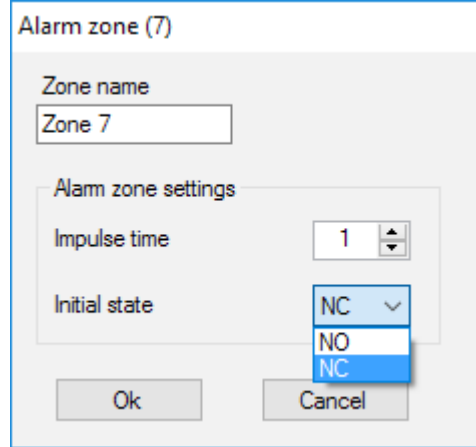

Abb. 20. Alarmzoneneinstellungen
Die Alarmzone kann als Schließer (NO) und als Öffner (NC) eingestellt werden (Abb. 20).
Die Alarmzone reagiert auf bistabile Melder (z. B. DoorProtect und LeaksProtect) mit Öffnen/Schließen, abhängig von der Einstellung des **„Ausgangszustands“** (NC/NO). Die Zone befindet sich im Alarmmodus, bis der Zustand des bistabilen Melders in den Ausgangszustand zurückkehrt. Die Zone reagiert auf Impulssensoren (z. B. MotionProtect, GlassProtect) mit Öffnen/Schließen, abhängig von der Einstellung des „Ausgangszustands“ (NC/NO) mit einem Impuls, dessen Dauer über die Einstellung **„Impulszeit“** (Abb. 20) eingestellt werden kann. Standardmäßig beträgt die **„Impulszeit“** 1 Sekunde, maximal 254 Sekunden. Wenn der Alarm ausgelöst wird, leuchtet die rote Zonen-LED **„3“** (Abb. 1).